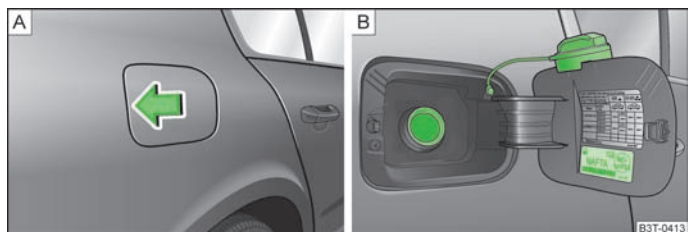

Fig. 158 Partea din dreapta spate a autovehiculului: deschiderea clapetei rezervorului / clapeta rezervorului cu înșurubare
Pe partea interioară a clapetei rezervorului sunt indicate sortimentele adecvate de combustibil, mărimea anvelopelor și valorile presiunii în anvelope » fig. 158 - [B].
- Apăsați pe centrul zonei din stânga a clapetei rezervorului » fig. 158 - [A].
- Desfaceți bușonul rezervorului spre stânga și fixați-l de sus pe clapeta rezervorului » fig. 158 - [B].